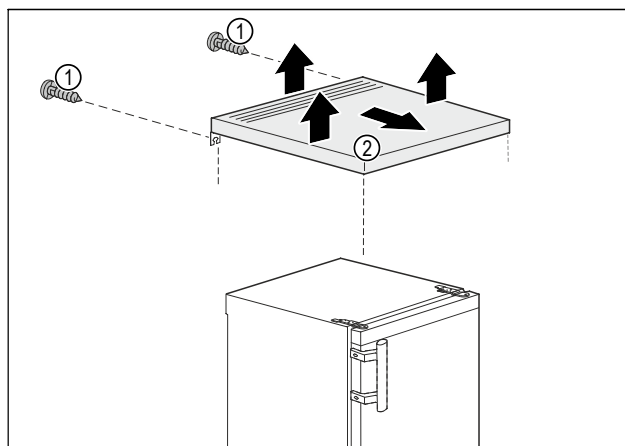

Fig. 3
- ▶ Demontirajte vijke Fig. 3 (1) na stražnjoj strani.
- ▶ Podignite stolnu ploču Fig. 3 (2) straga.
- ▶ Pomaknite stolnu ploču Fig. 3 (2) prema naprijed.
- ▶ Skinite stolnu ploču Fig. 3 (2) prema gore.
- ▶ Stolna ploča Fig. 3 (2) je skinuta.